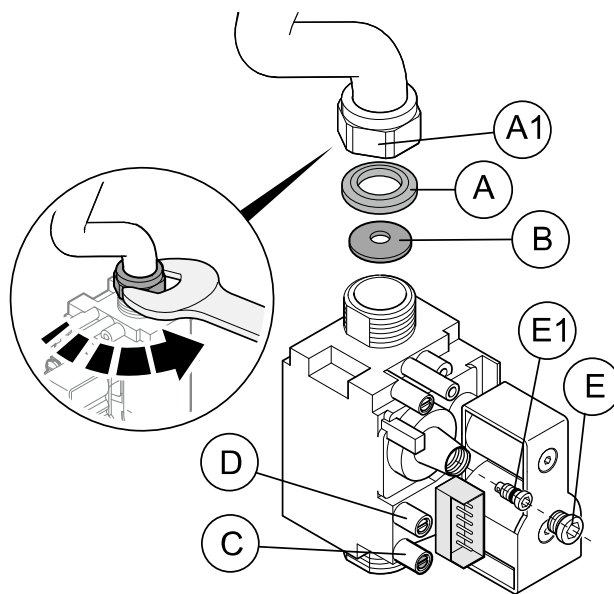

Figura 1
F.3 Ajuste de la válvula de gas (consulte Figura 1)